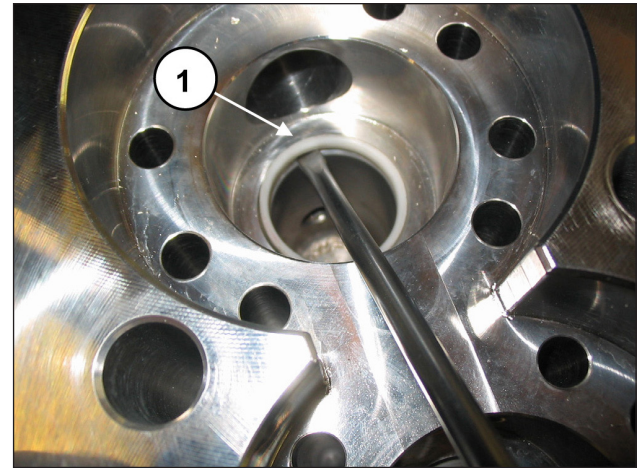

Abb. 103
Ersetzen Sie bei Bedarf die abgenutzten Teile (Pos. ①, Abb. 103).